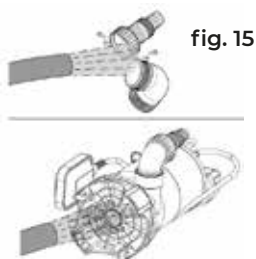

fig. 15
- Rincer le réducteur (7) et les autres raccords à l'eau claire. (Voir figure 15)